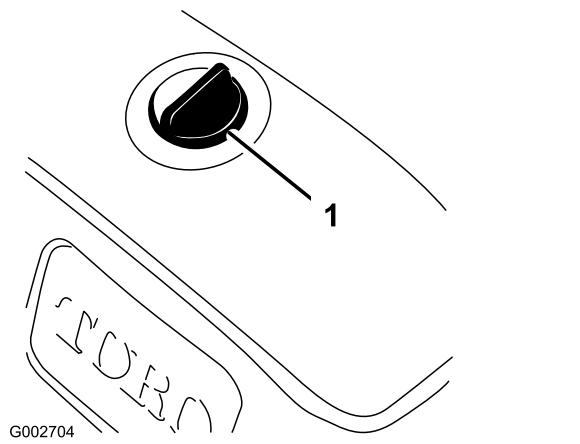

Рисунок 17
2. Очистите область вокруг крышки гидравлического бака, чтобы исключить попадание мусора в бак (Рисунок 17).